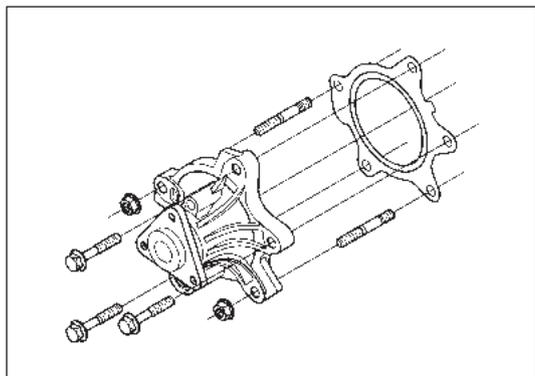

Рис. 10-4-7. Установка насоса ОЖ
- (1) Установить прокладку и насос ОЖ на 2 шпильки (M6×35) верхней части блока цилиндров, как изображено на рис. 10-4-7.